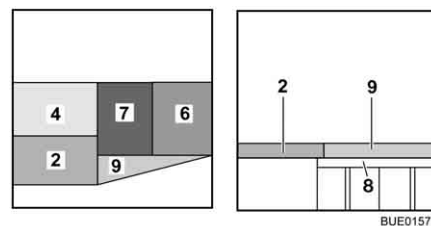

Bild 160 Nach dem Umbau
- Das Sitzpolster (Bild 160,7) in die Mitte legen.
- Das Rückenpolster (Bild 160,6) zwischen das Sitzpolster (Bild 160,7) und die Wand legen.
- Das Zusatzpolster (Bild 160,9) auf die Bettverbreiterung legen.